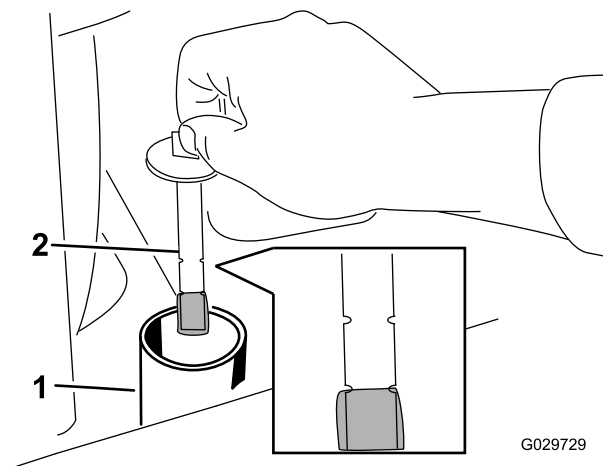

Figura 73
6. Togliete il tappo del serbatoio idraulico e l'asta di livello (Figura 73).